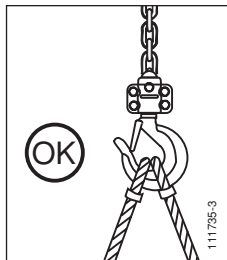

**Abb. 1**
Der bravo™ Hebelzug wird mit einer Lastkette (Pos. 1, Abb. 1) für eine Standardhubhöhe von 1,5 Metern geliefert. Die Lastkette der Modelle 0,5 t bis 3 t besteht aus einem einzigen Kettenstrang mit einem Lasthaken am Ende (Pos. 2, Abb. 1). Die Lastkette (Pos. 1, Abb. 1) des Modells 6 t besteht aus 2 Kettensträngen
und einer Lasthakenflasche (Pos. 3, Abb. 1). Die Lastkette (Pos. 1, Abb. 1) des Modells 9 t besteht aus 3 Kettensträngen und einer Lasthakenflasche (Pos. 3, Abb. 1).
Das freie Kettenende ist mit einer Auslaufsicherung ausgestattet (Pos. 4, Abb. 1).
- Überprüfen, daß der bravo™ Hebelzug korrekt am Gerätehaken (Pos. 5, Abb. 1) angeschlagen und die Sicherungsklappe des Gerätehakens (Pos. 6, Abb. 1) geschlossen ist (siehe Abb. 2 und 3).
Der bravo™ Hebelzug wird durch einen Handhebel (Pos. 7, Abb. 1) betrieben, der vom Bediener zum Heben oder Senken einer Last hin- und herbewegt wird. Alternativ kann der Hebelzug auch zum Ziehen einer Last oder zum Spannen verwendet werden.
2. Schalthebel (Pos. 8, Abb. 1) in Position "0" bringen.
3. Bei unbelastetem Gerät zum Öffnen der Bremse das Handrad (Pos. 9, Abb. 1) gegen den Uhrzeigersinn nach links drehen; die Kette ist freigeschaltet.